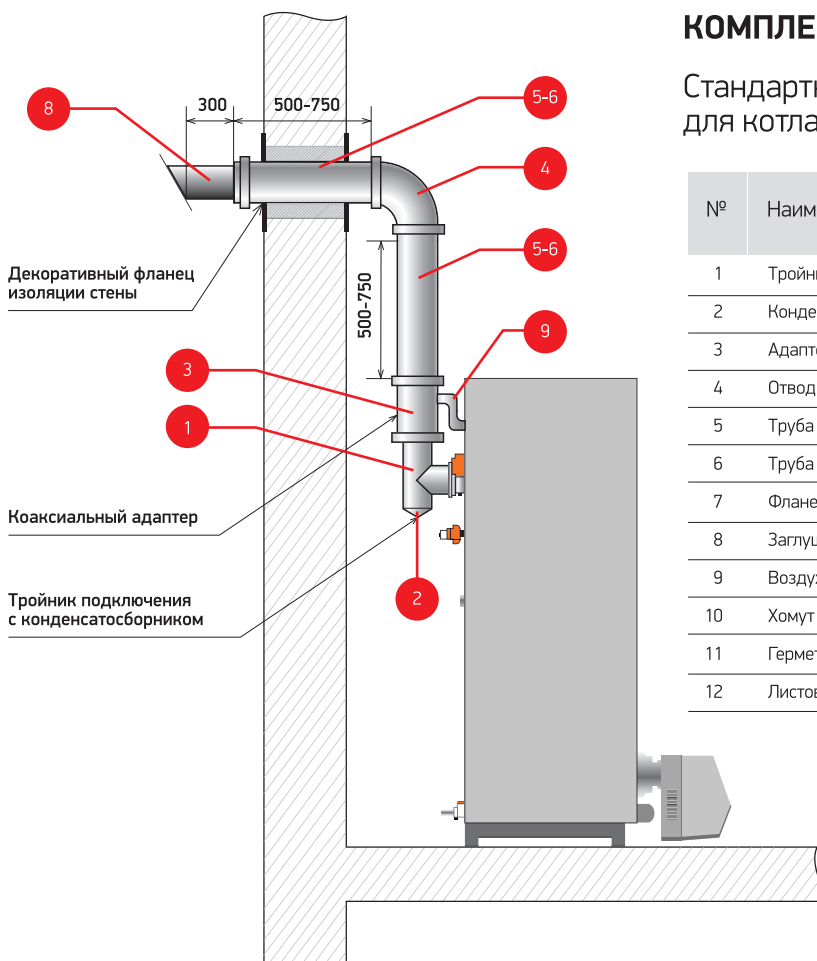

Рис. 1
- 1** Горизонтальный и вертикальный участок дымовой трубы (газохода) собирается в соответствии с монтажной схемой (рис. 1). Внутренняя труба собирается на жаропрочный герметик (рабочая температура не менее 600 °С). Герметик наносится слоем толщиной 3-5 мм на внутреннюю часть трубы. Излишки герметика удаляются. Вся система труб собирается «по ходу движения конденсата», т.е. внутренняя часть верхней трубы вставляется во внутреннюю часть нижней трубы.